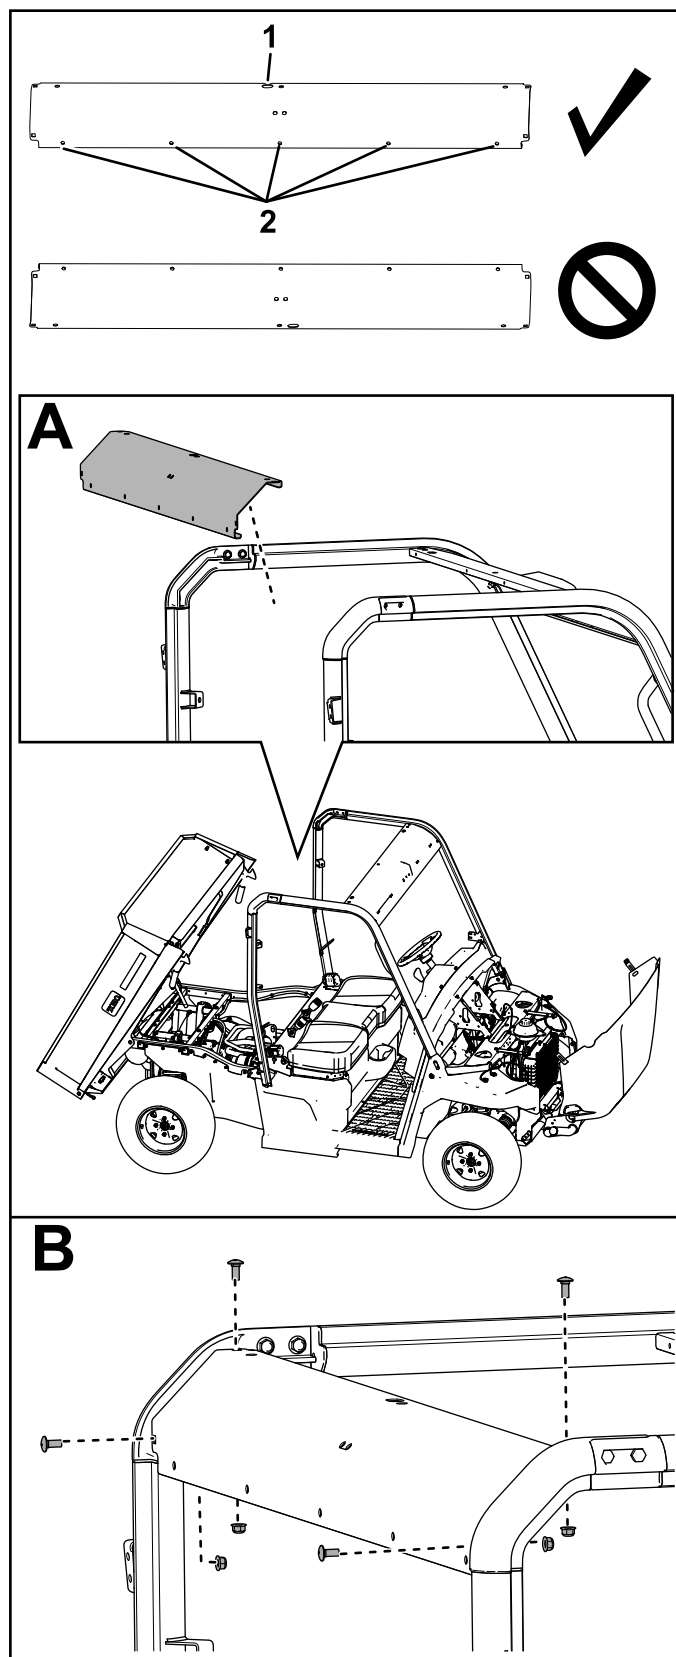

Figure 17
12. Fixez la barre transversale arrière aux barres arrière de l'arceau de sécurité à l'aide de 4 boulons de carrosserie (5/16 x 3/4 po) et 4 contre-écrous (5/16 po), comme montré à la Figure 17.
Veillez à monter la barre transversale à la position indiquée à la Figure 17.